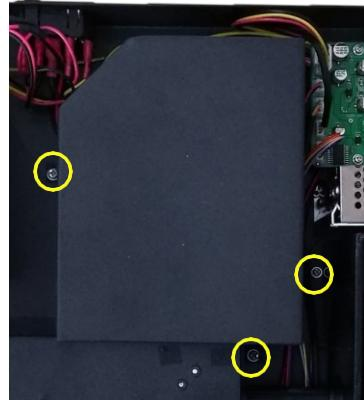

Fig. 7-3 Vis de fixation du boîtier de l'instrument
- 3 Tournez la tige dans le sens inverse des aiguilles d'une montre et retirez-la. Utilisez un tournevis pour desserrer les 4 vis (figure 7-3) qui maintiennent le boîtier de l'instrument et soulevez lentement le couvercle vers le côté droit.